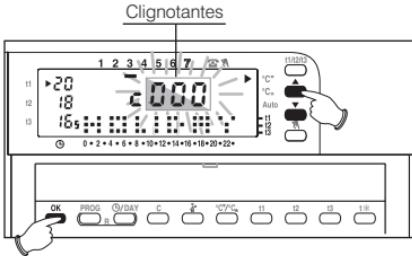

Fig. 38
- Appuyer sur la touche **OK** pour confirmer (fig.38).